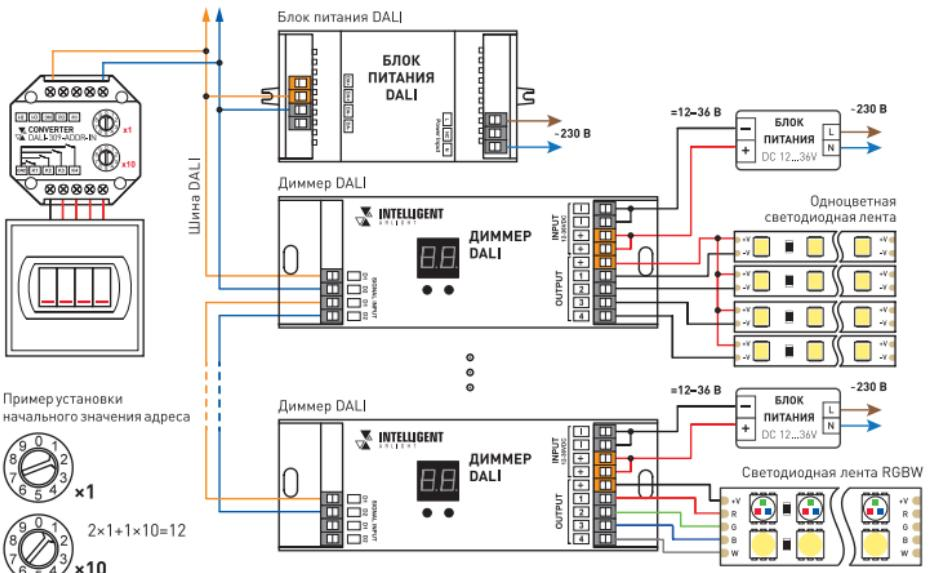

Рисунок 1. Схема подключения конвертера
- Подключите кнопочный выключатель с нормально разомкнутыми контактами к клеммам GND [общий провод всех кнопок] и K1, K2, K3, K4 (см. рис. 1).